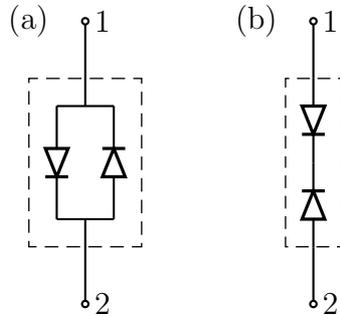

Figura 6.6: Diodos en contraposición, conectados en paralelo (a) y en serie (b). Cómo modela cada configuración?
7. En la sección 6.2.1 se analizaron cuatro posibilidades de creciente complejidad, para modelar el comportamiento de un diodo común. Considere ahora los circuitos de la figura 6.6, en la se ilustra un par de diodos conectados en contraposición ya sea en paralelo (a) o en serie (b). Modele ambas configuraciones según cada una de las cuatro posibilidades consideradas para un solo diodo. Para ello defina $V_{12} \equiv V_1 - V_2$, asuma como positiva la corriente que circule desde el terminal 1 al 2, grafique las curvas características $I - V_{12}$ y esquematice los correspondientes modelos circuitales.
4. Modifique el circuito anterior para comprobar experimentalmente sus modelos de las configuraciones ilustradas en la figura 6.6.